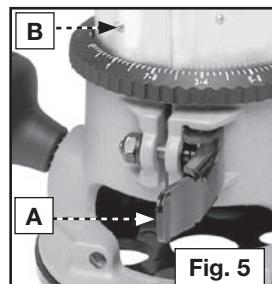

Fig. 5
1. Desserrez la vis de la pince (A) Fig. 5 pour permettre de placer l'unité de puissance dans la base.
2. Insérez le moteur dans la base en alignant la cheville inférieure (B) sur la rainure de la base.